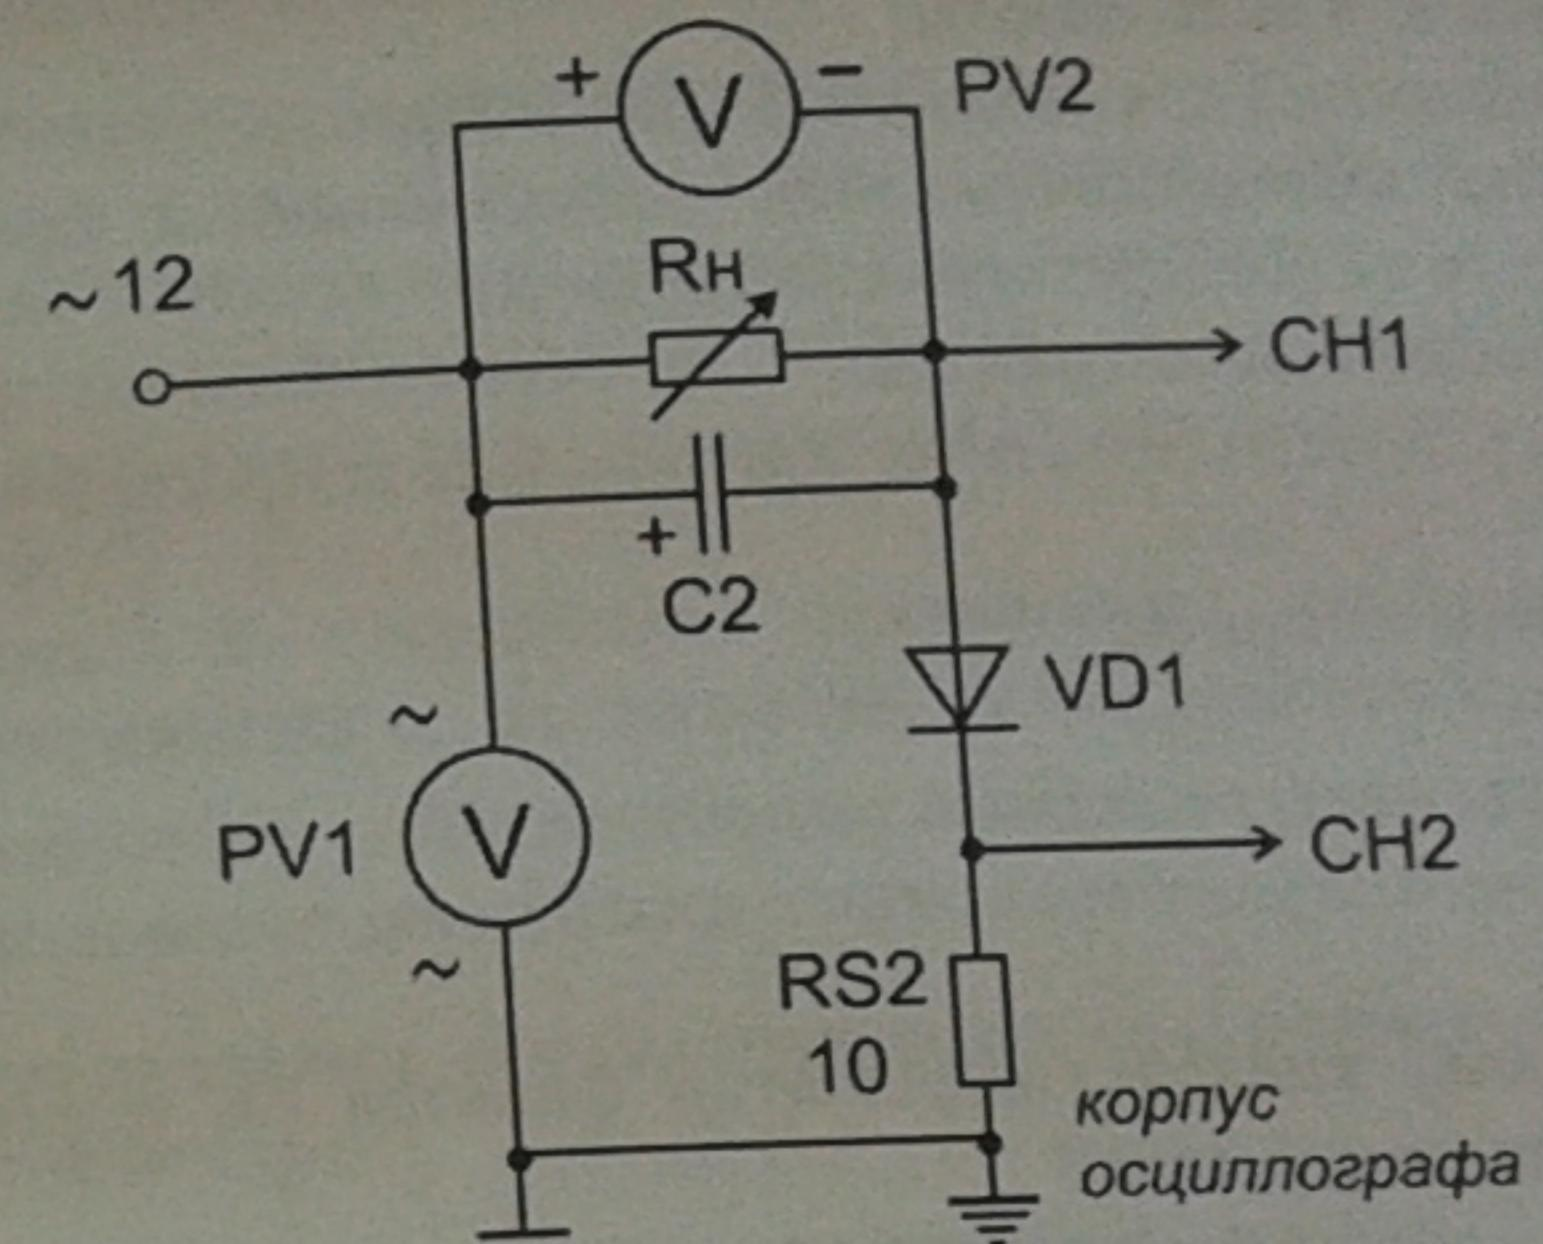

Рис. 2
- включить конденсатор  $C_2$  параллельно сопротивлению нагрузки (рис. 2); снять осцилограммы напряжения на диоде  $u_a$  и анодного тока  $i_a$ . Снять осцилограмму напряжения на нагрузке  $u_d$ , переключив входы осциллографа;